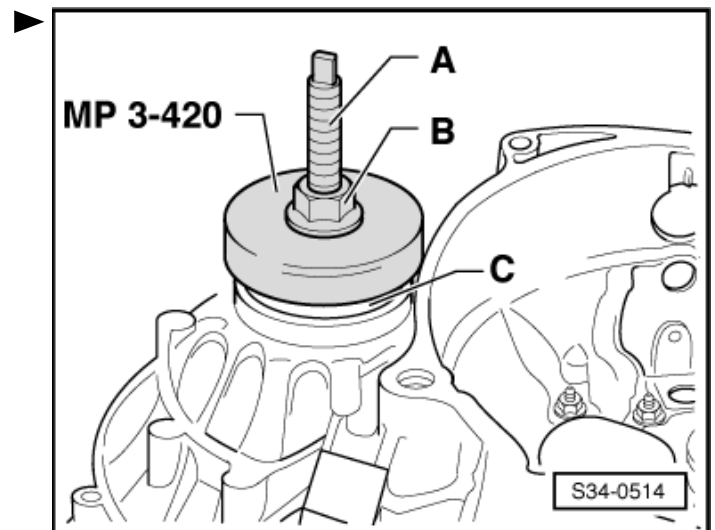

Abb. 7: Hülse und Dichtring ausziehen
- ☐ ausbauen ⇒ Abb. 7 in **34-5** Seite 5